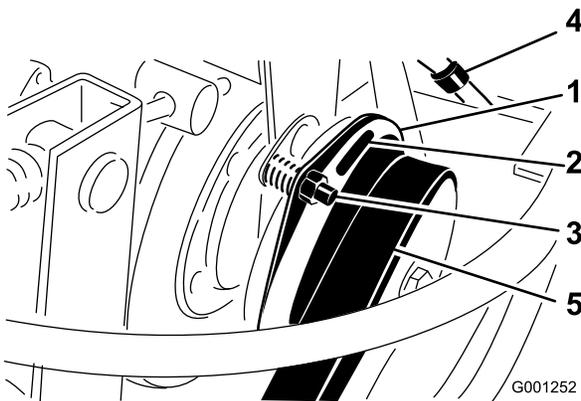

Bild 65
3. Stellen Sie den Abstand so ein, dass eine 0,381 mm Fühlerlehre mit leichtem Druck zwischen die Kupplungsauskleidung und die Bremsscheibe passt (Bild 65). Sie können den Abstand verringern, indem Sie die Einstellmutter nach rechts drehen (Bild 65). Der maximale Betriebsabstand beträgt 0,762 mm. Stellen Sie alle drei Abstände ein.